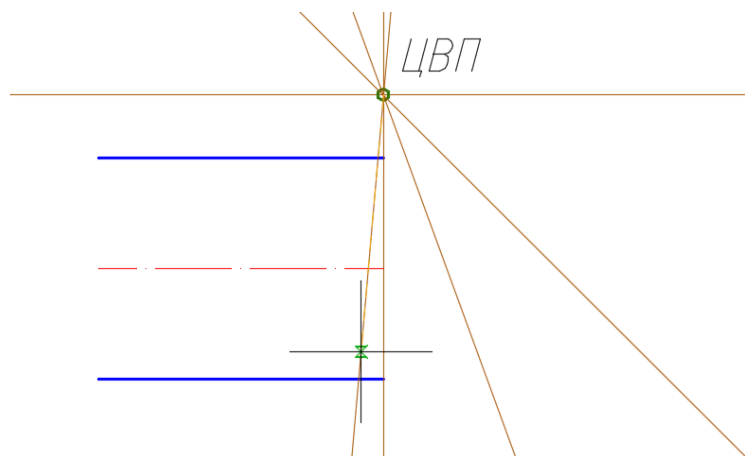

Рис. 111. Положение сварных швов 1-ой секции колена трубы
– построить положение сварного шва *второй* секции: **Рисование** → **Прямая** → **Биссект** → **ЛКМ** на **ЦВП** и **ЛКМ** на двух только что построенных вспомогательных линиях (рис. 111). Обрезать лишние линии выше **ЦВП**.